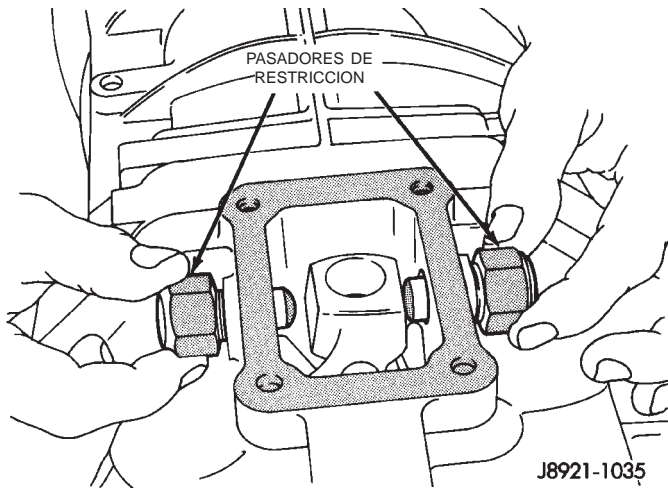

Fig. 23 Pasadores de restricción del brazo de cambios
- (11) Retire los pasadores de restricción del brazo de cambios (Fig. 23).